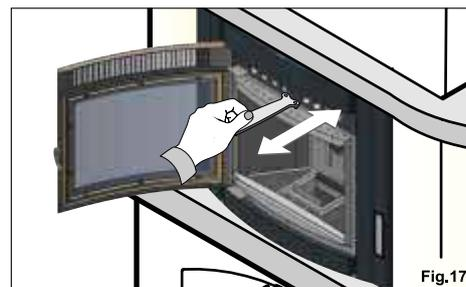

Fig.17
- **Pratico SILVER:** Inserire la maniglia asportabile nell'apposita sede posta sopra la camera di combustione, tirarla in avanti e indietro (per 3-4 volte) in modo da azionare i raschiatori (fig.17).